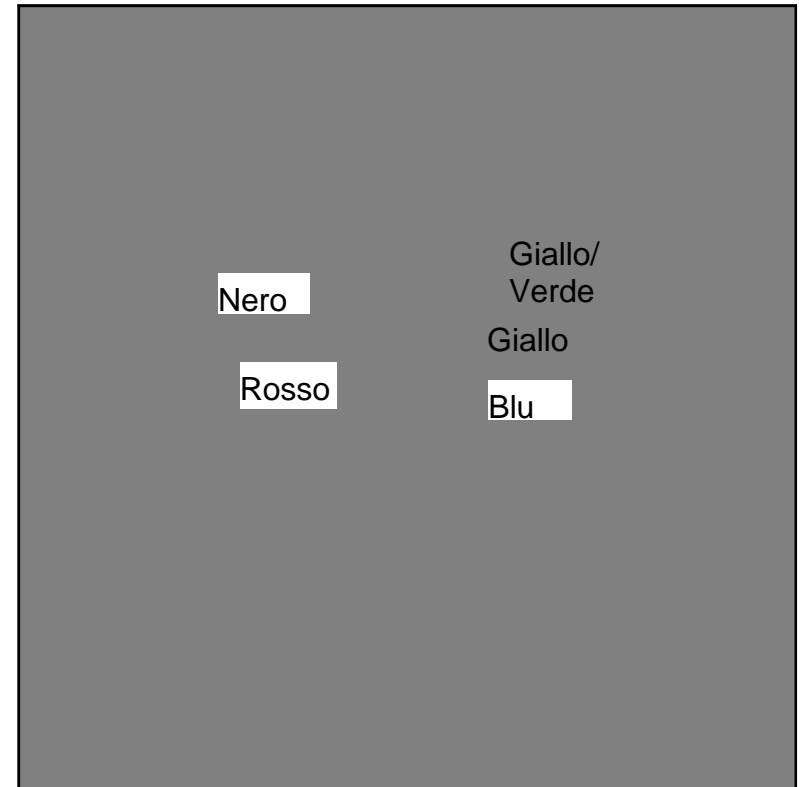

Figura 2
4. Collegare i terminali del cavo sensore ai blocchi di terminali verificando che i colori dei terminali del cavo corrispondano alle scritte. Si veda la Figura 2.